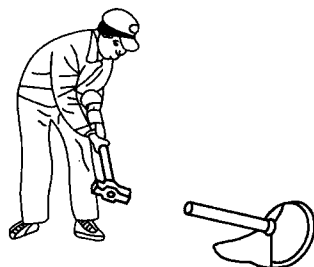

图 2-11 横向抡打的落锤动作
(3) 落锤 要屈腿收腰身体回转，同时右臂下沉使大锤成横扫之势，腰、腿、手臂共同用力于锤去击打锤桩。为保证锤头与锤桩的端面接触良好，锤的下落轨迹后段应与锤桩几乎处于同一直线，如图 2-11 所示，大锤落下后整个身体的姿势与预备姿势相同。